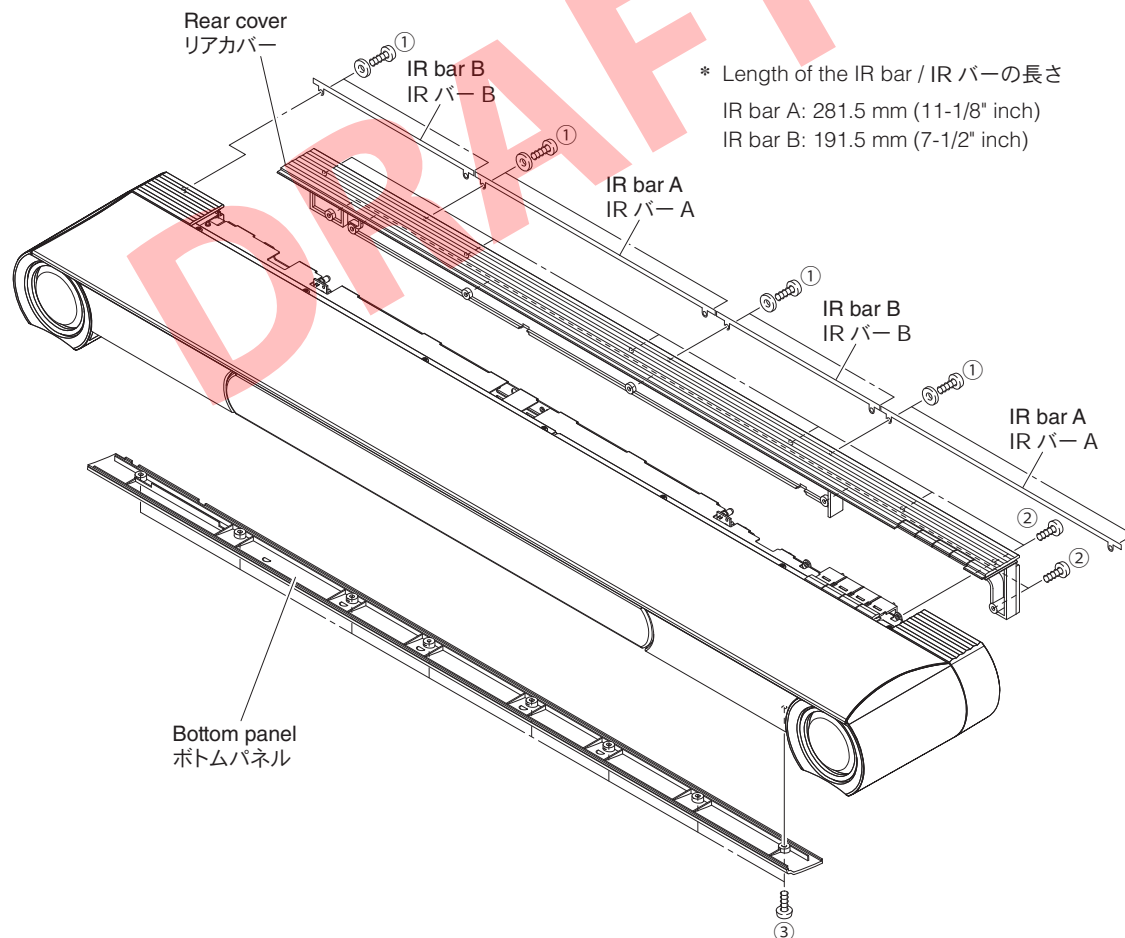

Fig. 1
- a. Remove 8 screws (①). (Fig. 1)
- b. Remove the IR bar A and IR bar B. (Fig. 1)
- c. Remove 12 screws (②). (Fig. 1)
- d. Remove the rear cover. (Fig. 1)
- a. ①のネジ8本を外します。(Fig. 1)
- b. IRバーAとIRバーBを外します。(Fig. 1)
- c. ②のネジ12本を外します。(Fig. 1)
- d. リアカバーを外します。(Fig. 1)
- a. Remove 8 screws (③). (Fig. 1)
- b. Remove the bottom panel. (Fig. 1)
- a. ③のネジ8本を外します。(Fig. 1)
- b. ボトムパネルを外します。(Fig. 1)